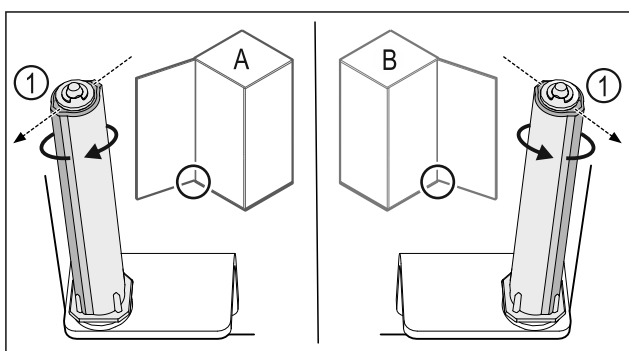

Fig. 49 Ľavý doraz (A)/pravý doraz (B)
- Otáčajte systém zatvárania proti odporu, kým nebude mostík systému zatvárania Fig. 49 (1) ukazovať von.